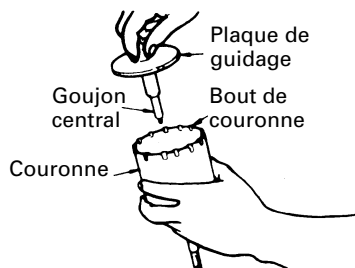

Fig. 16
- (4) Engager la plaque de guidage dans la couronne et tourner la plaque de guidage à gauche ou à droite de manière à ce qu'elle à ce qu'elle ne puisse pas tomber, même si elle orientée vers le bas. (Fig. 16)